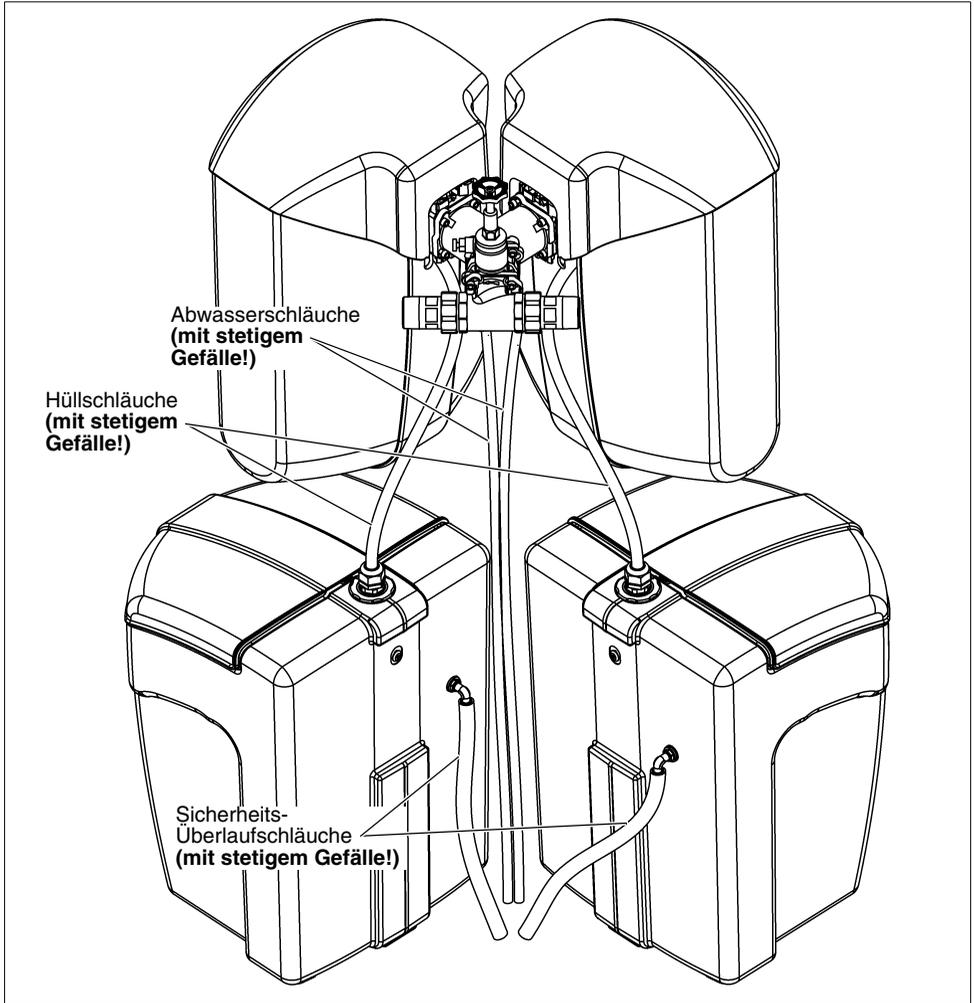

Abb. 7: Anschluss an Siphon
**⚠ Falls der Salzvorratsbehälter direkt neben der Enthärtungsanlage platziert wird, so muss darauf geachtet werden, dass der Hüllschlauch (siehe Abb. 7) ein stetiges Gefälle von der Enthärtungsanlage zum Salzvorratsbehälter hat.**
Die Schläuche für das Regenerations-Abwasser und den Sicherheitsüberlauf müssen beide knickfrei zum Siphon (im Lieferumfang) verlegt werden. Der Siphon gewährleistet einen freien Auslauf nach DIN EN 1717 (siehe Abb. 7).